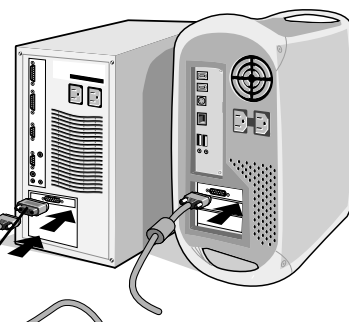

Rysunek A.1
2. **Komputery PC lub MAC z wyjściem cyfrowym DVI:** Podłącz kabel sygnałowy DVI (wyposażenie dodatkowe) do złącza w karcie graficznej komputera (**Rysunek A.1**). Dokręć wszystkie śrubki.